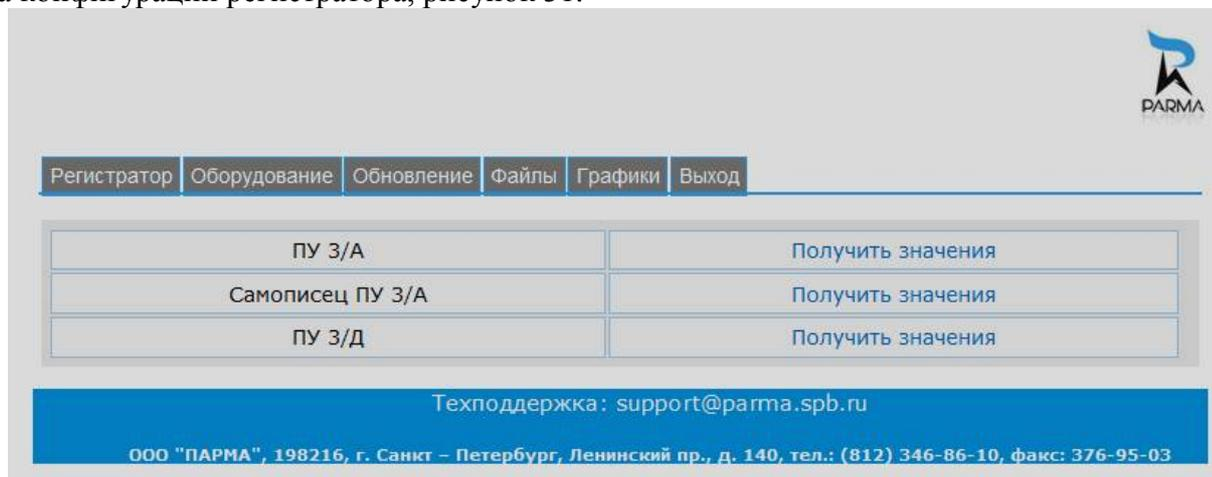

Рисунок 31. Вкладка «Графики»
7.3.3.5 Вкладка Графики содержит информацию о всех сигналах, подключенных к регистратору. На web-странице сигналы сгруппированы по секциям описаний сигналов и именам групп из файла конфигурации регистратора, рисунок 31.